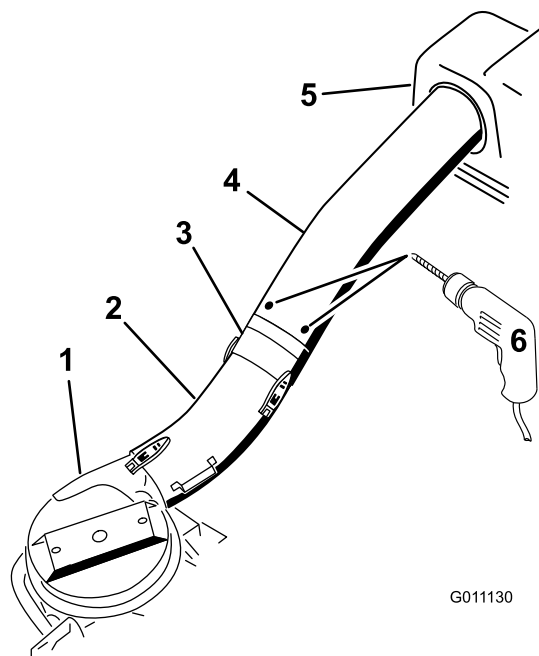

Figure 27
11. Utilisez les trois trous ou indentations dans le tube supérieur comme guide et percez trois trous (7/32 pouce de diamètre) au point de jonction des tubes supérieur et central (Figure 27).